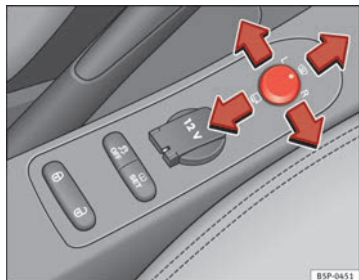

Abb. 90 Drehknopf für Außenspiegeleinstellung
1. Drehen Sie den Drehknopf ⇒ Abb. 90 zunächst in Stellung **L (linker Außenspiegel)**.
- Drehen Sie den Drehknopf ⇒ Abb. 90 in Stellung **☰**, um die Außenspiegel anzuklappen. Sie sollten die Außenspiegel immer anklappen, wenn Sie eine automatische Waschanlage durchfahren, um Beschädigungen zu vermeiden.